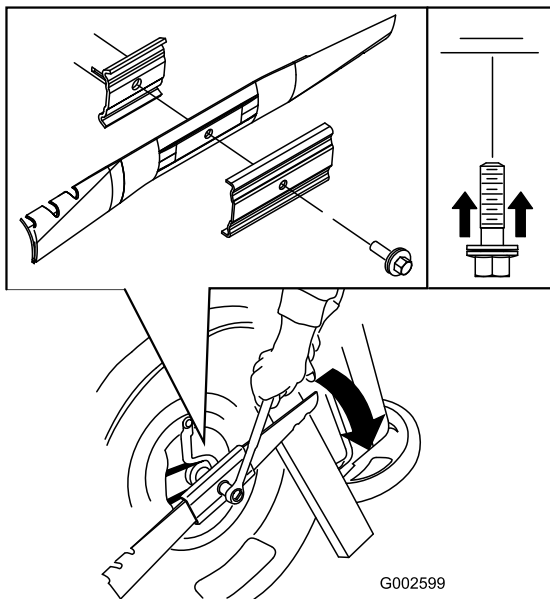

Figure 25
5. Montez la lame neuve (tournez le boulon dans le sens horaire) ainsi que toutes les fixations (Figure 25).